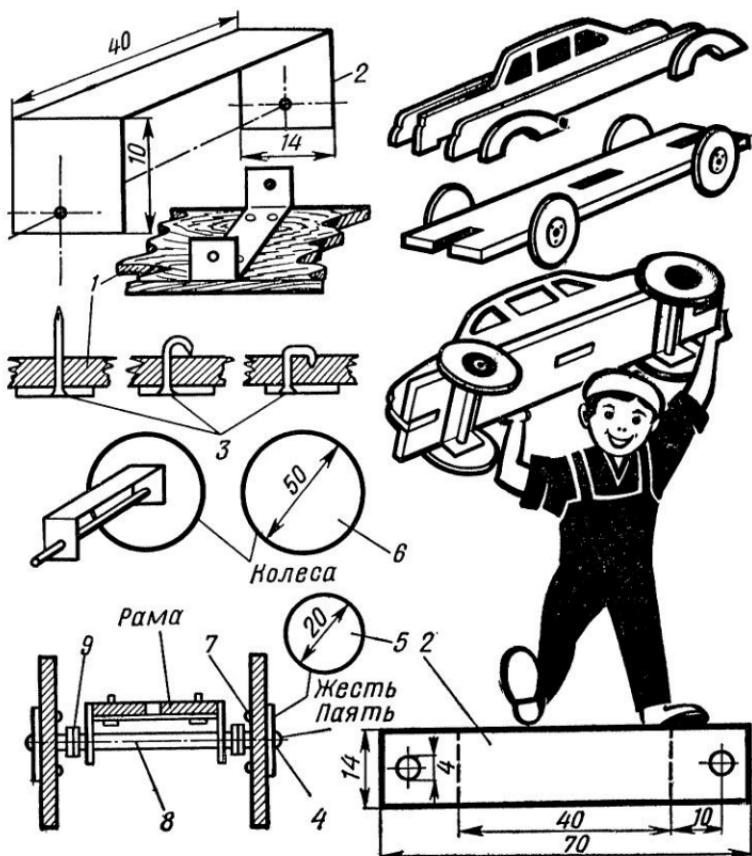

Рис. 33. Ходовая часть контурной модели
Ходовая часть модели. Две жестяные скобки П-образной формы служат подшипниками для осей, на которые насаживают колеса (рис. 33). Скобки (2) прикрепляют мелкими гвоздями к раме модели (1). Отверстия в скобках и колесах пробивают бородком или сверлят. Гвозди (3) загибают как показано на рисунке. Для осей берут проволоку диаметром 2—2,5 мм. Очень удобно использовать для этого старые велосипедные спицы. Длина каждой оси (4)—60 мм.